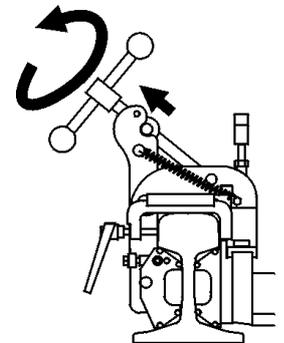

Abbildung 18: Cembre Knebelgriff drehen
- Knebelgriff gegen den Uhrzeigersinn drehen und Arm spannen, bis die Bohrvorrichtung fest an der Schiene anliegt (→ Abbildung 18)